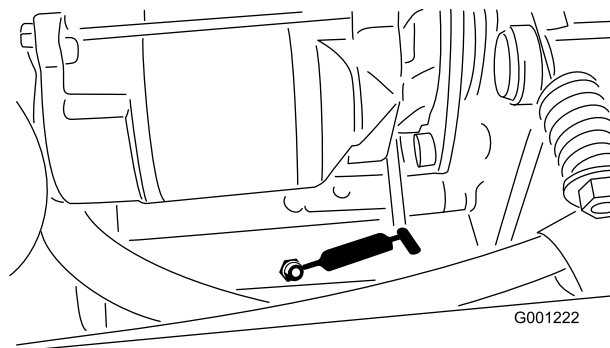

図 42
- PTOのテンションピボット 図 42
- PTOの後ベアリング (図 42)